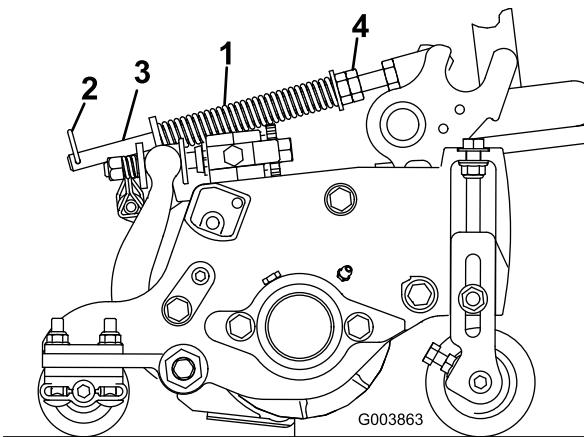

Figura 17
1. Verificate che la coppia sia montata nel foro posteriore dell'asta della molla (Figura 17).
- Serrate i dadi esagonali sul lato anteriore dell'asta della molla, finché la lunghezza compressa della molla non è di 15,9 cm (Figura 17).
Nota: Se l'apparato di taglio deve essere rimosso dalla macchina, spostare la coppiglia sul foro anteriore dell'asta della molla (Figura 17). Assicuratevi di riportare la coppiglia sul foro posteriore dell'asta della molla dopo che l'apparato di taglio è stato installato nuovamente sulla macchina.